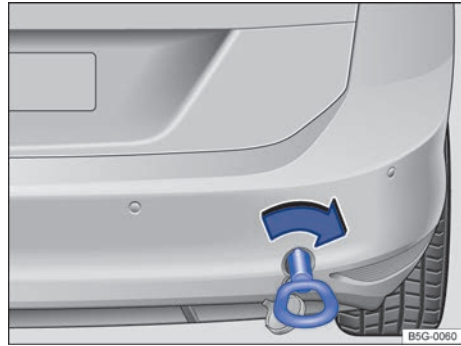

Fig. 236 En el lado derecho del paragolpes trasero: enroscar la argolla de remolque.
El alojamiento de la argolla de remolque enroscada se encuentra en el lado derecho del paragolpes trasero detrás de una tapa ⇒ fig. 236, ⇒ .
- Enrosque la argolla de remolque en el alojamiento ⇒ fig. 236 girándola al máximo **en el sentido de las agujas del reloj** ⇒ . Utilice un objeto